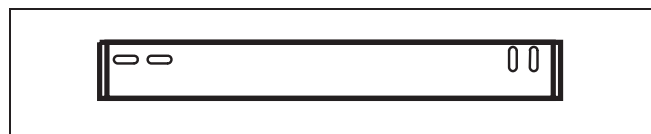

Fig. 5 Staffa di montaggio
- Fissare alla parete la staffa portante (vedi fig.5).
- Aganciare l'apparecchio alla dima di montaggio (fig.5).
- Applicare l'apparecchio alla staffa di montaggio (fig. 5).